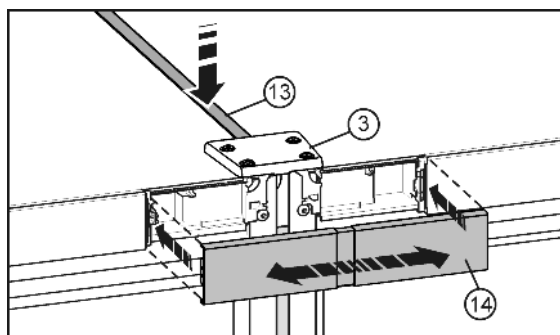

Fig. 10
- ▶ Na zgornji strani potisnite kratko letev *Fig. 10 (13)* v režo. Na sprednjem robu se mora letev poravnati s povezovalno ploščo *Fig. 10 (3)*.
- ▶ Pokrov *Fig. 10 (14)* zapnite na še odprt vmesni prostor obeh obrob elementa za upravljanje. Pazite pri tem, da se bodo zunanje strani pokrova lepo zlele z obema stranema. Pokrov lahko v ta namen izvlečete.